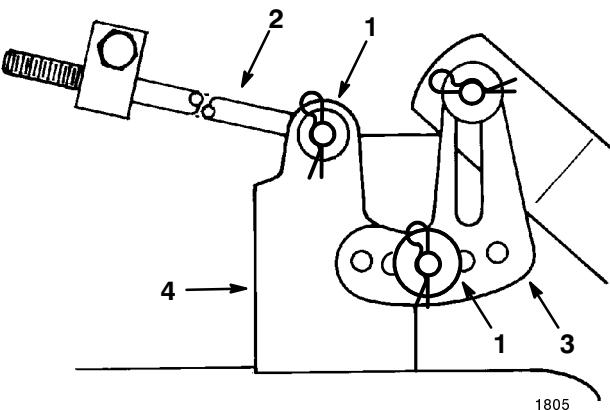

Bild 46
7. Schieben Sie das Ende der langen Stange durch das Loch im Schneidwerkträger (Bild 46). Bringen Sie die Scheibe und den Splint an, um die Stange abzusichern. Wiederholen Sie diesen Schritt an der anderen Schneidwerkseite.
8. Bringen Sie den geschlitzten Schneidwerkniellierbügel am Stift am Schnitthöhenarm an (Bild 46). Bringen Sie die Scheibe und den Splint an, um das Schneidwerk abzusichern. Wiederholen Sie diesen Schritt an der anderen Schneidwerkseite.